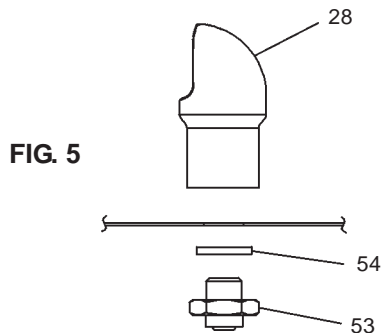

FIG. 5
- Ancrez solidement le support au mur à l'aide des six (6) trous de fixation d'un diam. 1/4 po.
- 4) Installez le refroidisseur sur le support en vous assurant que ceux-ci sont bien installés dans les fentes à l'arrière du refroidisseur tel qu'indiqué à la figure 5.
- 5) Desserrer les deux (2) vis qui maintiennent le panneau avant inférieur en bas de la base de la fontaine rafraîchissante. Tirer le panneau avant vers l'avant pour accéder dans la fontaine rafraîchissante